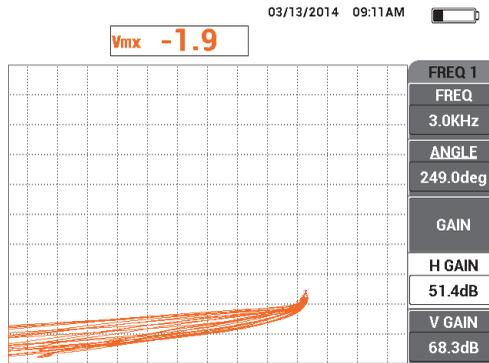

Figura 5-109 Ajuste del valor de ganancia horizontal (H GAIN)
17. Incline la sonda a un ángulo arbitrario en la posición 1, visualice la señal de despegue a partir del canal de combinación (**MIX**), después, disminuya la ganancia horizontal (**H GAIN**) [tecla de función D] hasta que la señal de despegue a partir del canal de combinación (**MIX**) esté orientada hacia la izquierda. Vea la Figura 5-109 en la página 223.